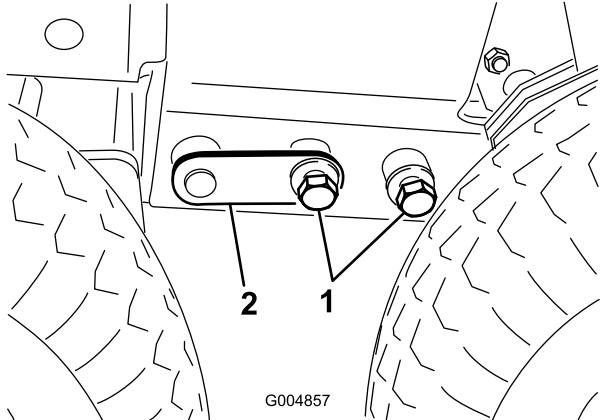

Figure 78
26. Enlevez les 2 boulons (3/4 pouce de diamètre) qui fixent le cadre avant au cadre arrière en avant de la roue motrice, de chaque côté du cadre (Figure 78).